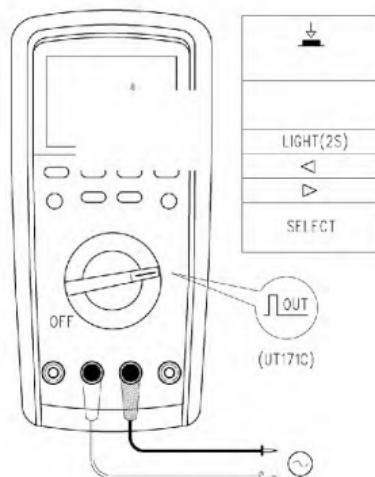

рис.13
11. Выход квадратной волны (см. рис.13)